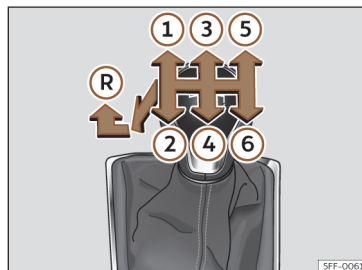

Fig. 125 Esquema de uma caixa de velocidades manual de 6 velocidades.
Na alavanca das velocidades indicam-se as posições das velocidades >>> **Fig. 125**.
- Com a alavanca das mudanças em ponto morto, pressione-a para baixo, mova-a para a esquerda até ao fim e depois para a frente para selecionar a marcha-atrás >>> **Fig. 125** (R).